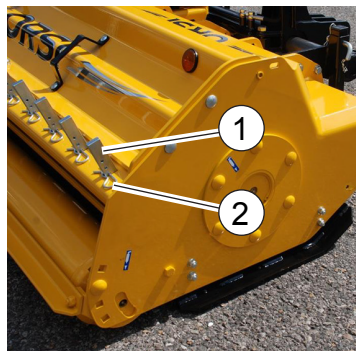

Fig.73
- Rimuovere la copiglia (2, "Fig.73").
- Regolare l'altezza dell'asta (1, "Fig.73") dal terreno.
- Inserire la copiglia (2, "Fig.73").
- Remove the cotter pins (2, "Fig.73").
- Adjust the height of the rod (1, "Fig.73") from the ground.
- Insert the cotter (2, "Fig.73").
- Enlever les goupilles (2, "Fig.73").
- Régler la hauteur de la tige (1, "Fig.73") du sol.
- Insérer la goupille (2, "Fig.73").
- Stift entfernen (2, "Fig.73").
- Stecken Sie den Splint (2, "Fig.73").
- Quitar el copete (2, "Fig.73").
- Regular la altura de la varilla (1, "Fig.73") del suelo.
- Insertar el copete (2, "Fig.73").
- Retirar a cavilha (2, "Fig.73").
- Ajustar a altura da haste (1) acima do solo.
- Inserir a cavilha (2, "Fig.73").